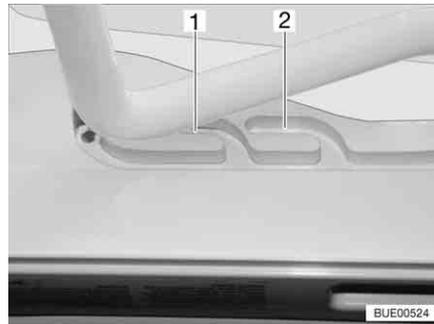

Bild 20 Kipp-Dachhaube in Lüftungsstellung
Die Kipp-Dachhaube kann in zwei Lüftungsstellungen gebracht werden: Schlechtwetterstellung (Bild 20,1) und Mittelstellung (Bild 20,2).
- Den Bügel leicht nach oben drücken und in die gewählte Führung (Bild 20,1 oder 2) schieben.